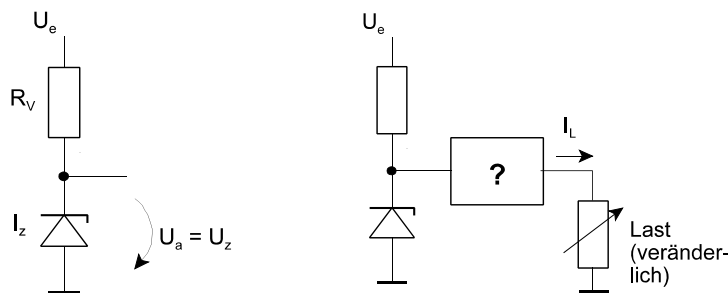

Abb. 5
10. Abb. 5 zeigt die Grundschtung der Spannungsstabilisierung mit einer Zenerdiode. Die Ausgangsspannung bleibt aber nur dann wirklich konstant, wenn man keine Last anschließt. Wie kann man eine konstante Ausgangsspannung = Zenerspannung auch dann bereitstellen, wenn eine Last angeschlossen ist? Skizzieren Sie eine Billiglösung, die mit einem Transistor auskommt.